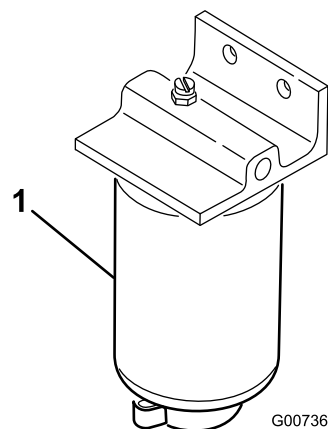

Figura 33
1. Coloque um recipiente limpo debaixo do filtro de combustível(Figura 33).